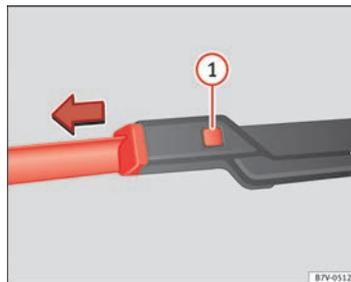

Fig. 160 Remplacement des balais de l'essuie-glace avant.
- Laissez appuyée la touche de déverrouillage ⇒ fig. 160 ① et tirez ensuite légèrement sur le balai dans le sens indiqué par la flèche.